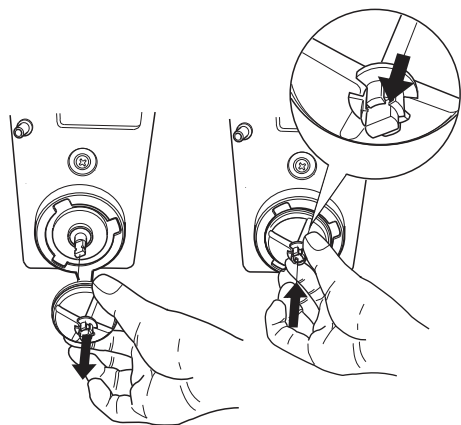

Рис. 10
- Крыльчатки можно снять, просто слегка потянув их, чтобы высвободить (см. рис. 10.);